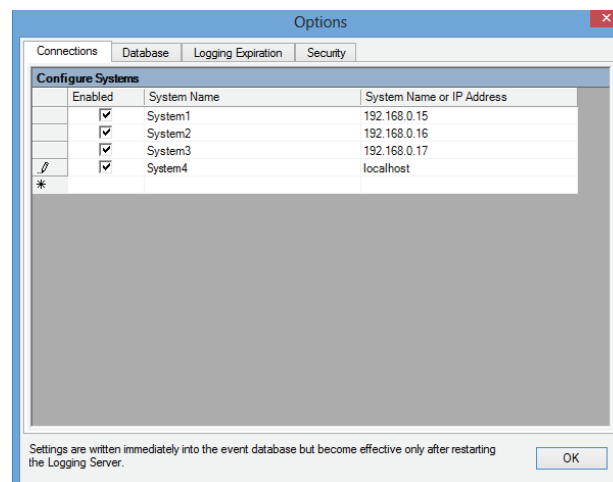

figura 58.7: Agregar un sistema (2)
- 2 Haga clic en el campo *System Name* e introduzca el nombre del sistema al que se debe conectar *Logging Server*. El nombre puede constar de hasta 16 caracteres. Por ejemplo, *System 4* (consulte figura 58.7).